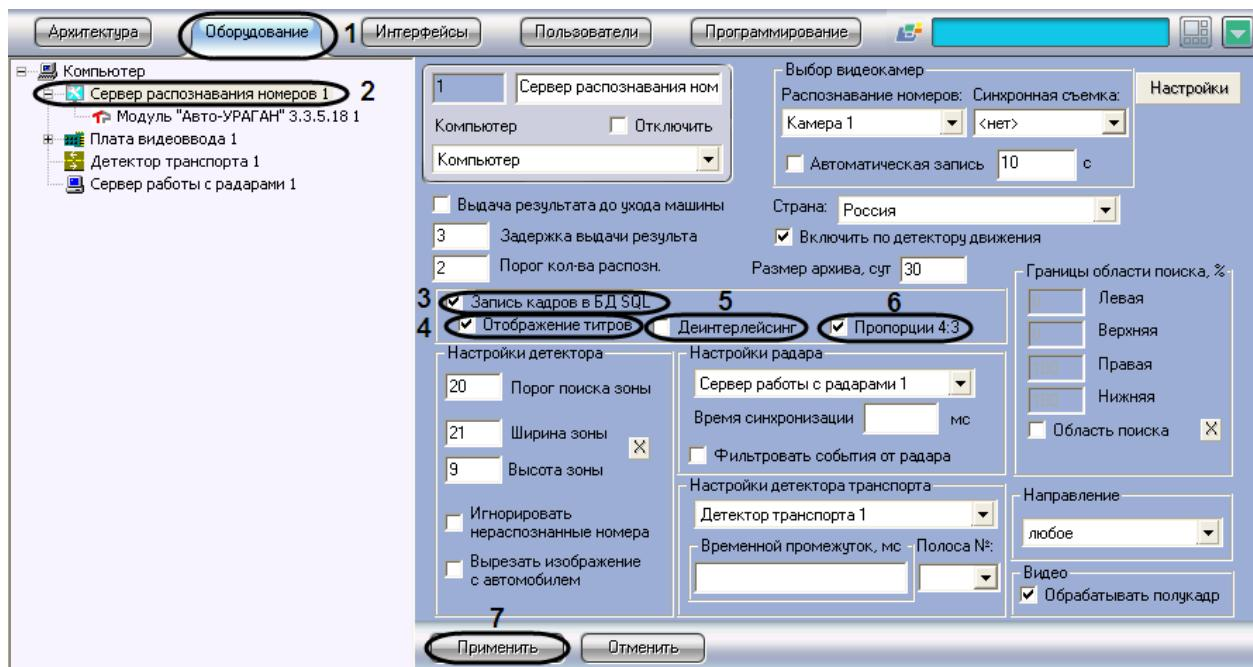

Рис. 7.2—8. Включение функции записи кадра с транспортным средством в базу данных номеров
1. В диалоговом окне «Настройка системы» перейти на вкладку «Оборудование» (Рис. 7.2—8, 1).
2. В дереве объектов на вкладке «Оборудование» выбрать объект «Сервер распознавания номеров», соответствующий активированному программному модулю «Авто-УРАГАН 3.5.0.29», «CARMEN-паркинг», «CARMEN-Авто», «ACCR» или «VIT» (см. раздел «Активация программного модуля, используемого для распознавания номеров», Рис. 7.2—8, 2). В правой части вкладки «Оборудование» отобразится панель настройки выбранного объекта.
3. Установить флажок «Запись кадров в БД SQL» для активации функции записи кадра видеоизображения с транспортным средством, для которого был распознан номерной знак, в базу данных номеров (см. Рис. 7.2—8, 3)
4. Установить флажок «Отображение титров» для активации функции наложения титров на кадр видеоизображения при формировании отчета о распознанном номере (см. Рис. 7.2—8, 4)
5. В случае если видеоизображение поступает в полном разрешении, установить флажок «Деинтерлейсинг» для деинтерлейсинга кадра с транспортным средством (см. Рис. 7.2—8, 5)